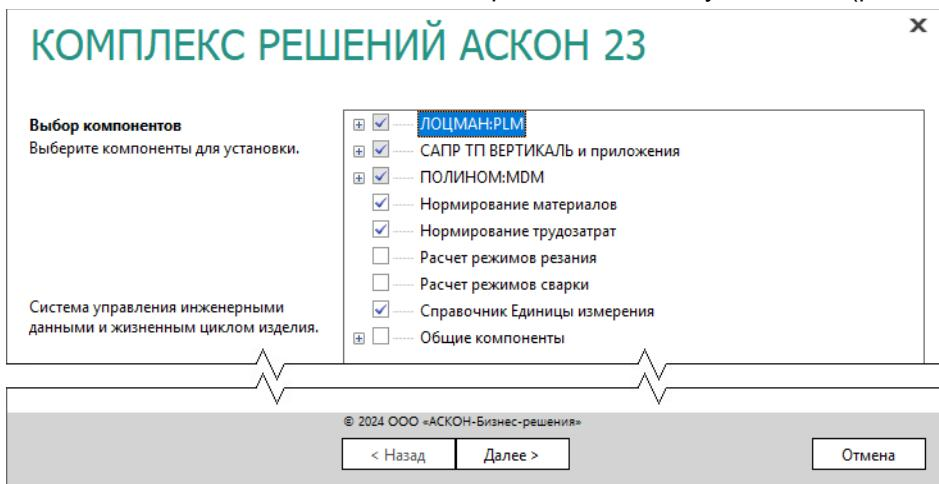

Рис. 4.58
1. Отметьте компоненты Комплекса, которые необходимо установить (рис. 4.58).